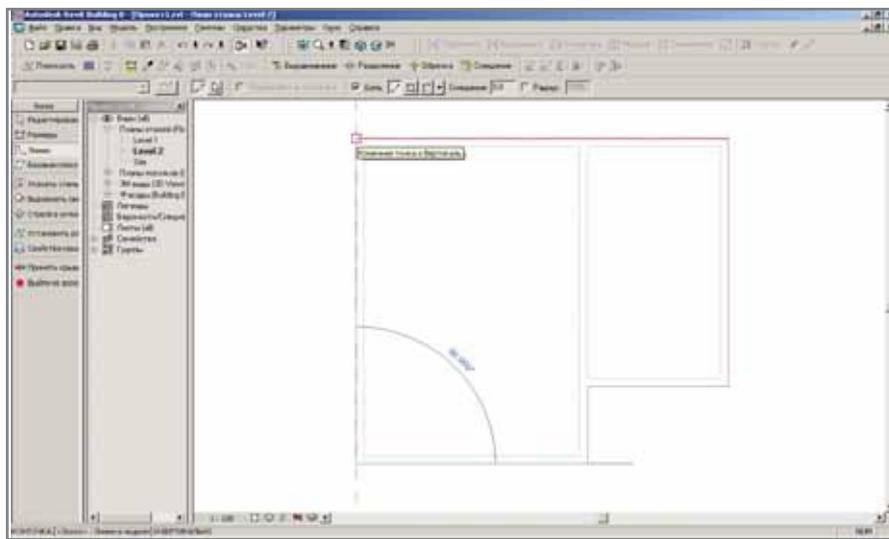

Рис. 9. Создаем плоскую крышу поверх структуры, используя границы стен
2. Поскольку мы планируем построить плоскую крышу, нужно отключить параметр *Задать уклон ската (Define Slopes)* на панели настроек (*Options bar*). Обведем внешний контур стен с помощью инструмента *Линии (Lines)*, как показано на рис. 9. Кстати, мы могли бы ис-